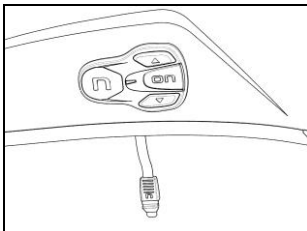

Fig. 27
- Incollare la tastiera sulla calotta e premere su tutta la superficie per ottenere la giusta adesione (Fig. 27).